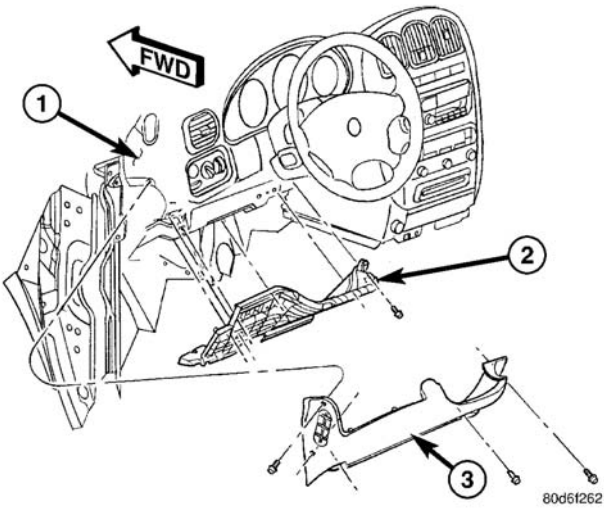

图 6 下转向管柱盖和加强板
- （3）拆下固定下转向管柱盖/膝部挡块的螺钉，然后将挡块拆下（图 6）。
- （6）拆卸将膝部挡块加强板固定到位的螺钉，然后拆下加强板（图 6）。
- (5) 安装膝部挡块加强板（图 6）。
- (6) 将停车制动释放连杆连接到释放手柄。
- (7) 将数据总线诊断接头连接到加强板中的安装孔中。
- (8) 安装下转向管柱盖/膝部挡块（图 6）。
- (9) 将消声器板安装在下转向管柱盖/膝部挡块下方。
- (10) 将接地电缆连接到蓄电池负极接线柱上。
- (11) 将诊断工具（DRBIII®）连接到转向管柱接头下方的数据总线诊断接头上。
- (12) 将点火开关钥匙转到 ON 位置。
- (13) 使用诊断工具，检查和清除存在的任何可调整踏板故障代码。
- (14) 测试可调整踏板、存储装置和 RKE（如果装备）的工作情况。如果合适，复位收音机和时钟。
- (15) 重新检查任何故障代码。
- (16) 将点火开关转到 OFF 位置，从车上取下诊断工具。